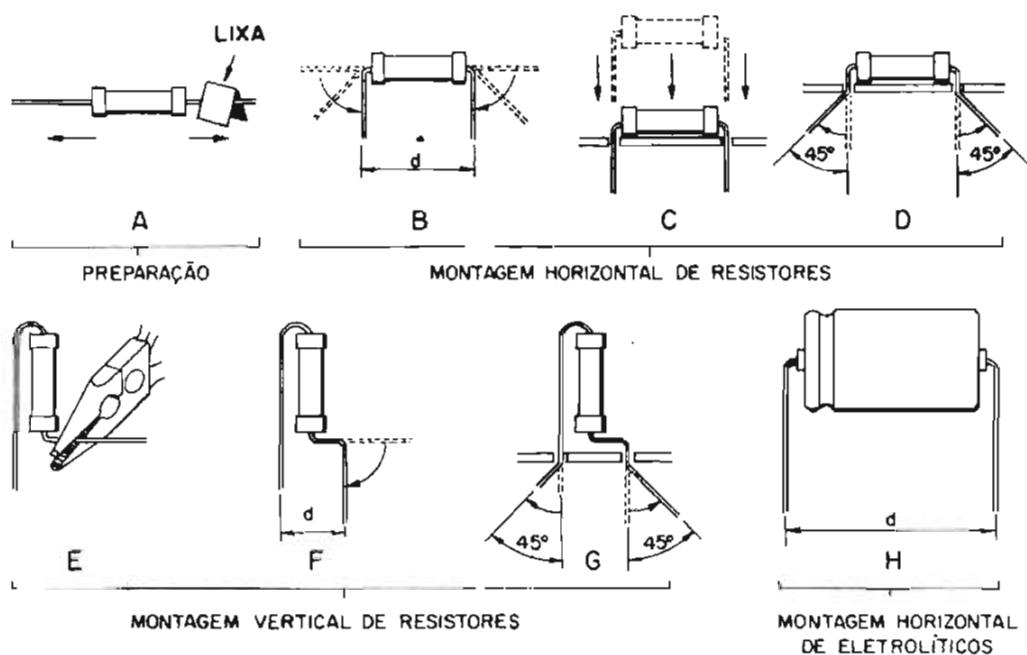
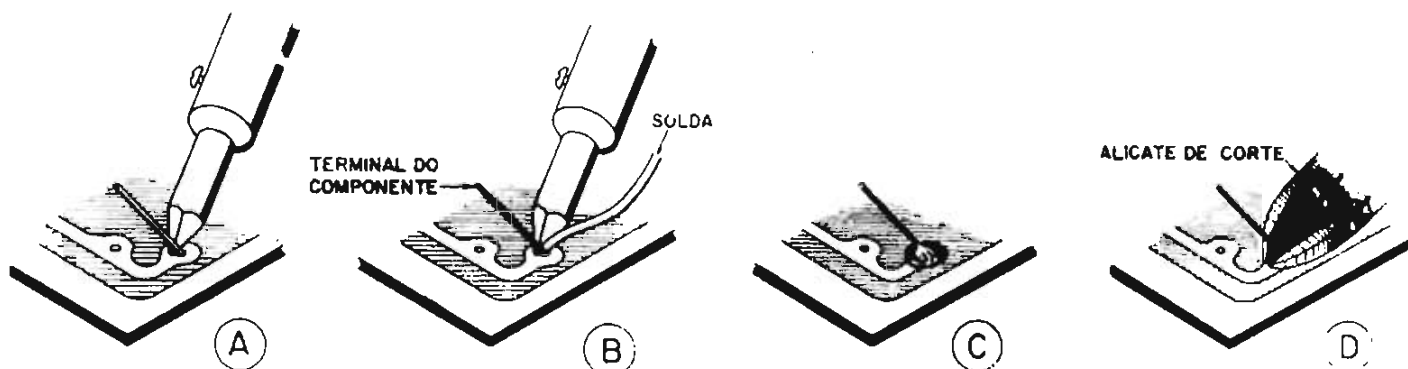
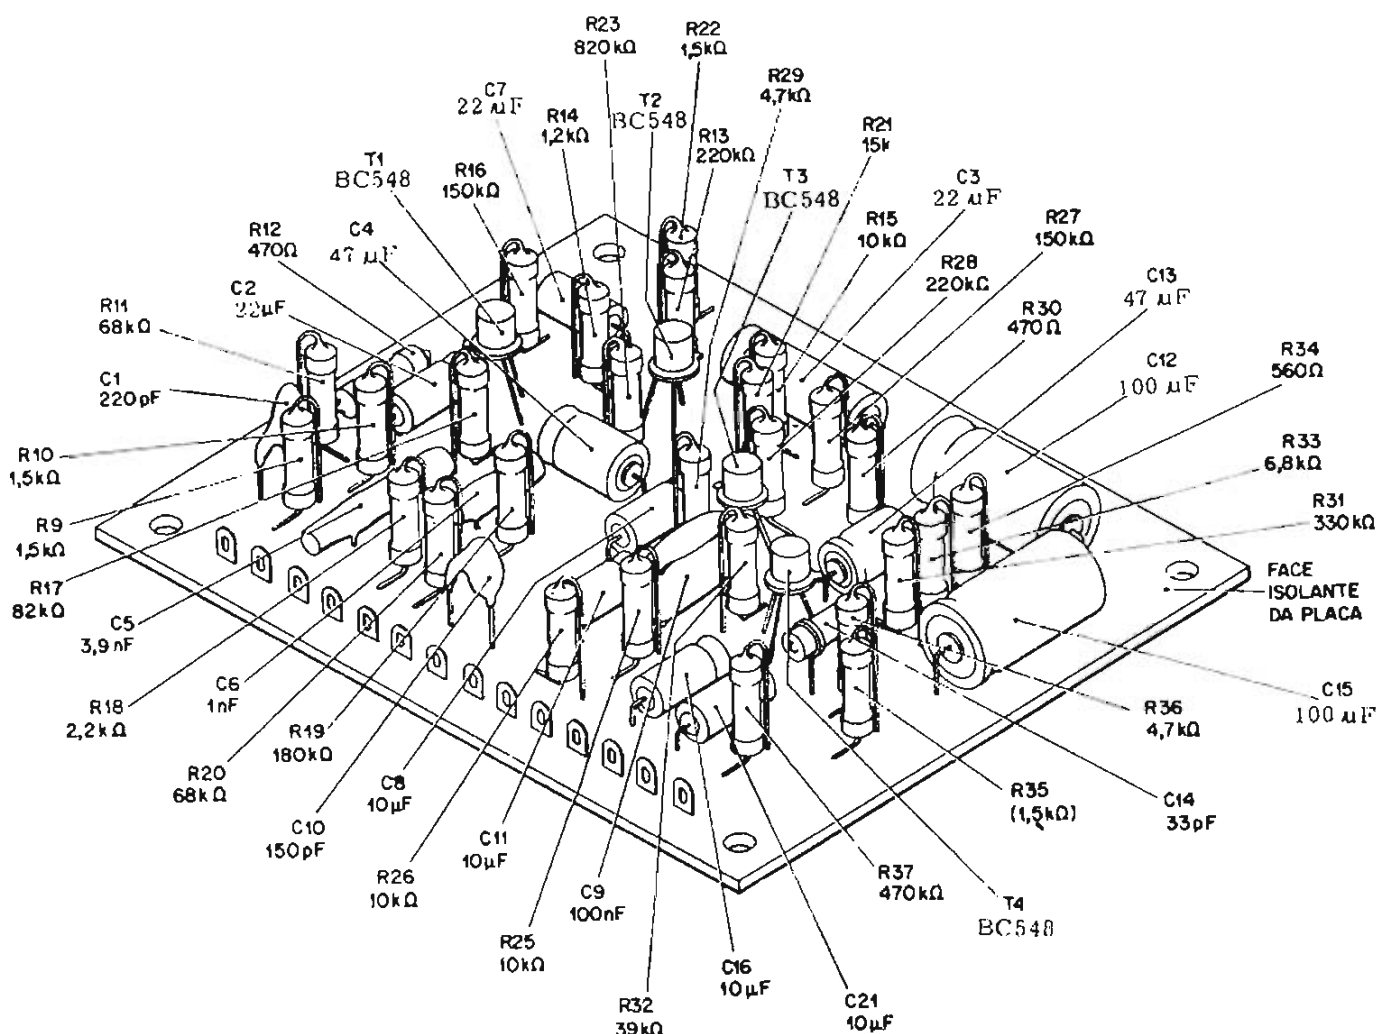

Figura 3 - Preparação, montagem e fixação mecânica de componentes numa placa de fiação impressa
Figura 5 - Diversas fases na soldagem de um componente à placa de fiação impressa
Figura 8 - Vista de conjunto da placa de fiação impressa principal montada
posição que deverão ocupar (horizontal ou vertical) bem como a distância (d) entre os furos nos quais serão inseridos. (Veja as figuras 3-B, 3-F e 3-H). Endireite, lixe e dobre os terminais na distância adequada utilizando, se necessário, um alicate de bico entre o corpo do componente e o ponto da dobra (figura 3-E). Dobre parcialmente os terminais a fim de garantir a fixação mecânica (figuras 3-D e 3-G); solde e corte o excesso conforme indicado nas etapas B e D da figura 5.
Use apenas a quantidade de solda necessária e evite aquecer desnecessariamente a placa de fiação impressa. Retire primeiro a solda e depois o ferro. Não mova os terminais até que a solda solidifique completamente. Puxe levemente o terminal para certificar-se de que a soldagem está firme. Corte fora o excesso, com alicate de corte (figura 5-D), sempre em seguida a cada soldagem.
A posição dos componentes está indicada, mediante os símbolos correspondentes, na face isolante da placa. A figura 8 mostra a disposição correta das peças. Efetue as operações na seguinte ordem:
- 3 - Coloque e solde, em seus respectivos lugares, os capacitores cerâmicos plate  $C_1$ ,  $C_5$ ,  $C_6$ ,  $C_{10}$ ,  $C_{14}$ , deixando um espaçamento de 2 a 5 mm entre o corpo do capacitor e a placa de fiação, na posição indicada na figura 8. Insira os terminais do capacitor de poliéster metalizado  $C_9$  (marrom/prêto/amarelo/branco/vermelho), soldando-os em seguida. As côres são consideradas a partir do lado oposto ao dos terminais. Observe que não é preciso dobrar os terminais destes componentes antes da inserção nos respectivos orifícios.
- 4 - Coloque nas posições corretas e solde os 28 resistores da placa principal. Lembre-se que todos os resistores deverão ser montados em posição vertical (figuras 3-F e 3-G), excetuando-se  $R_{12}$  ( $470\Omega$ ) que é montado horizontalmente (figura 3-D). Consulte a lista de material para identificação das côres, bem como a figura 8 para o posicionamento.